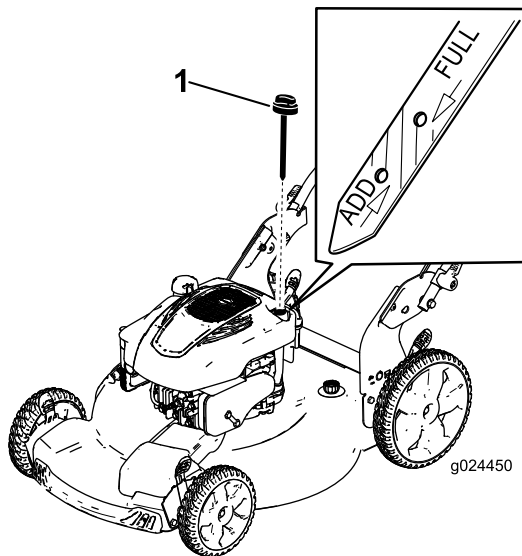

Figura 11
2. Retire la varilla (Figura 11).
5. Observe el nivel de aceite en la varilla (Figura 11).